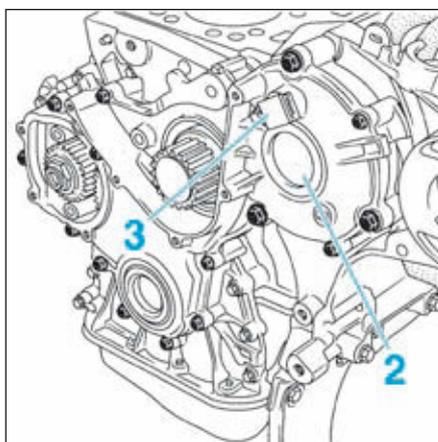

FIG.47
- Déposer l'obturateur (2) du pignon de la pompe haute pression en le perçant en son centre (Fig.47).